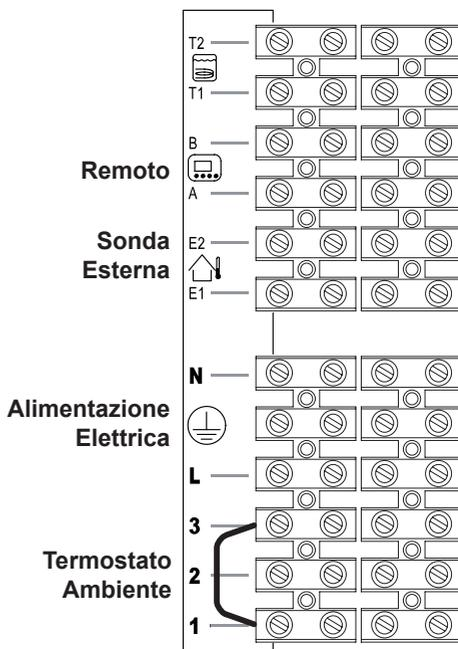
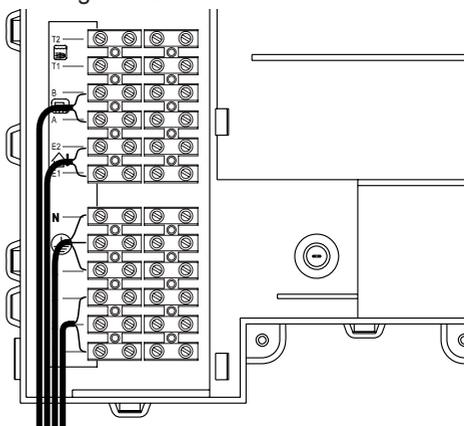

Figura 5.19
Figura 5.20
- Collegare il cavo di alimentazione elettrica proveniente dall'interruttore onnipolare alla morsetteria di alimentazione elettrica della caldaia Figura 5.19 rispettando la corrispondenza della linea (filo marrone) e del neutro (filo azzurro).
Il percorso del cavo o dei fili di alimentazione elettrica della caldaia e del termostato ambiente devono seguire il percorso indicato in Figura 5.20.
Per il collegamento di un termostato ambiente servirsi dei morsetti indicati in Figura 5.19.
Per il collegamento di valvole di zona servirsi dei morsetti termostato ambiente indicati in Figura 5.19 e Figura 5.20. I conduttori elettrici dei contatti del micro della valvola di zona vanno inseriti nei i morsetti "1 e 3" della morsettieria termostato ambiente come in Figura 5.20.
Il percorso dei fili di collegamento della sonda esterna devono seguire il percorso indicato in Figura 5.20.